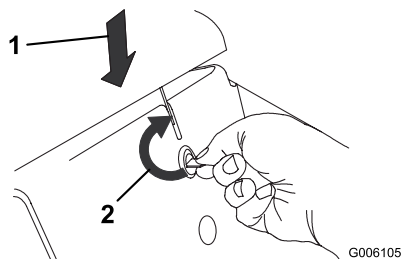

Figura 20
1. Fare pressione sul cofano utilizzando al contempo una moneta o un cacciavite per ruotare il fermo del cofano in senso orario (Figura 20).